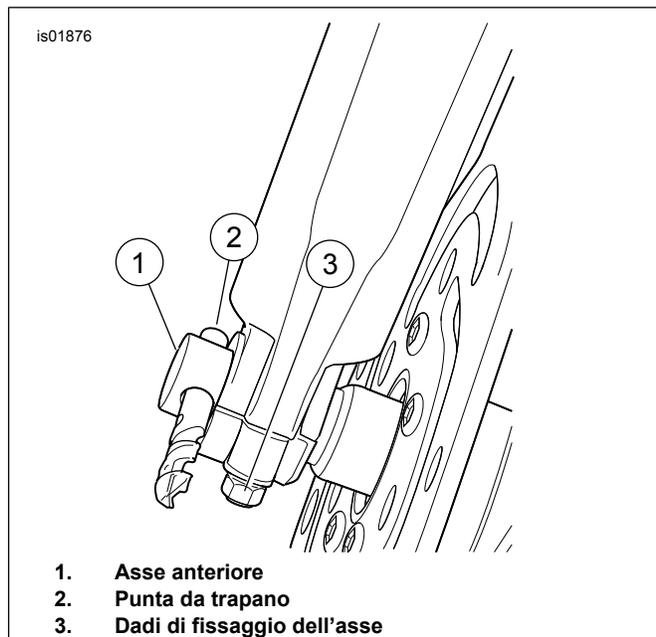

Figura 3. Dispositivi di montaggio della ruota anteriore (lato destro)
5. Spingere l'asse attraverso il sensore dell'ABS (H) e lo stelo sinistro della forcella, fino a che lo spallamento non tocchi il sensore sul lato della forcella di destra.
6. Installare la rondella piatta (G) ed il dado dell'asse (F).
8. Vedere Figura 3. Inserire una punta da trapano da 7/16 di pollice (2) nel foro dell'asse (1).
9. Tirare lo stelo della forcella in modo che tocchi la punta da trapano e poi serrare i dadi di fissaggio dell'asse (3) ad una coppia di 14,9–20,3 N·m (132–180 in-lbs).